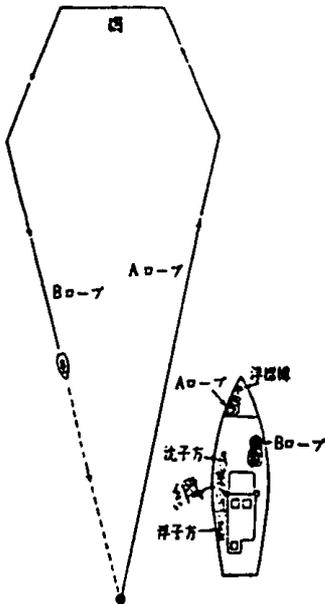

図1-2 投網図(瀬戸内海の漁業)
- ・底潮の方向をみた後、図1-2のように左舷側の曳網(以下ロープと呼ぶ)についた浮標樽を投入し、図のように航走し、順次Aロープを操り出し、網に近づいたら機関をストップし、惰性で左に転回し、浮子方、沈子方に一人ずつ付いて網を入れる。